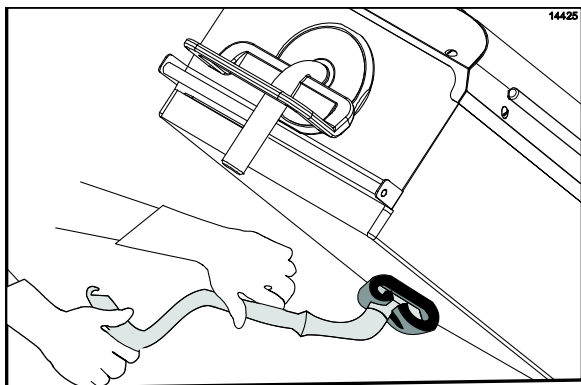

Рисунок 34
16. Нанесите на поверхности верхних плит моющий раствор для гриля, начиная с правой верхней плиты (двигаясь к левой верхней плите). (См. рис. 34)